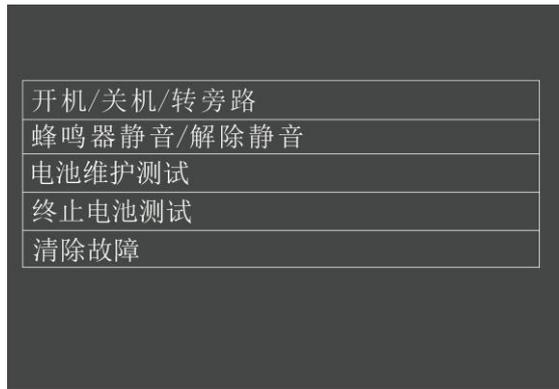

图5-11 控制页
1. 进入主菜单屏（见图 4-6），通过方向键  或  选择并进入“控制页”（见图 5-11），选择“清除故障”，按确认键确认。使系统退出紧急关机或异常关机状态，直到常亮红色告警指示灯熄灭。